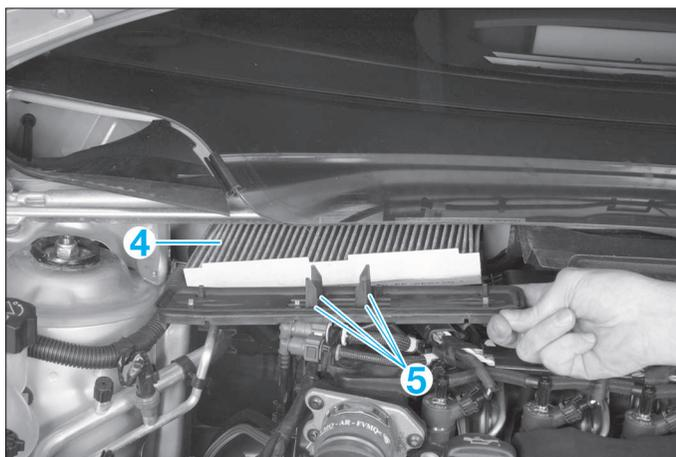

FIG. 3
- Déposer le filtre d'habitacle (4) en le dégageant des ergots (5) (Fig.3).